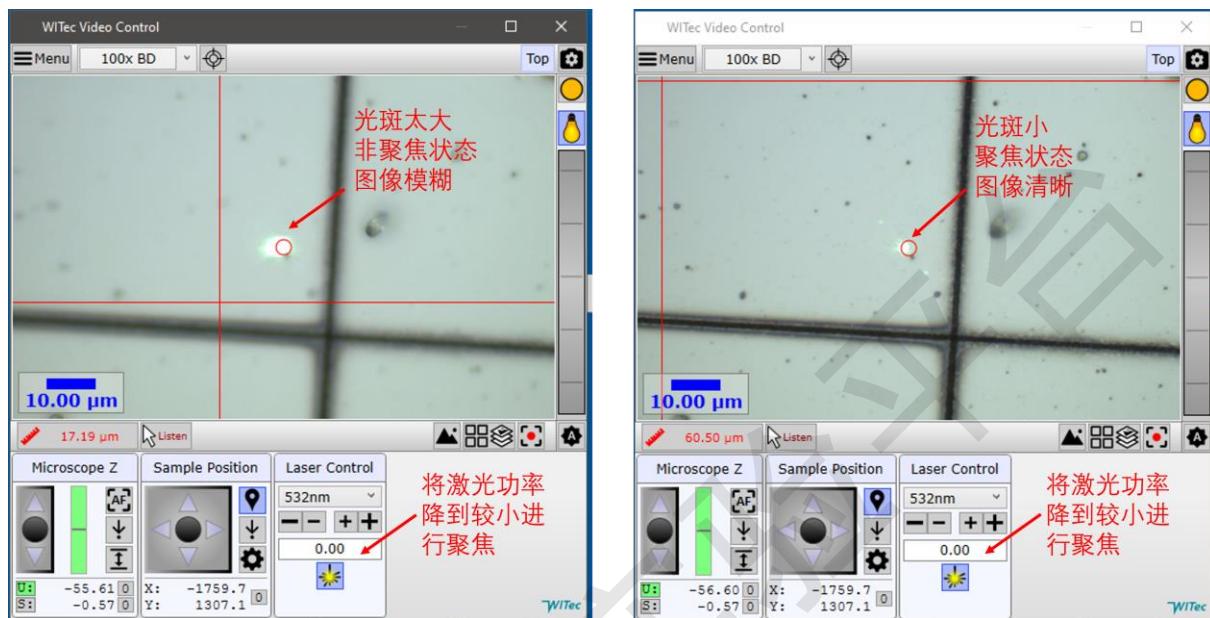

图 4-11 弱信号样品光斑聚焦
b) 样品信号弱: 将激光功率设置到较小 (先输入 0.1, 再按 “-” 进一步降低, 直到显示为 0.00), 调节聚焦使得激光光斑最小, 如图 4-11 所示, 图像会变得清晰。然后在单谱采集对话框中优化最佳积分时间和累积次数, 后面会具体介绍每一种采集模式。